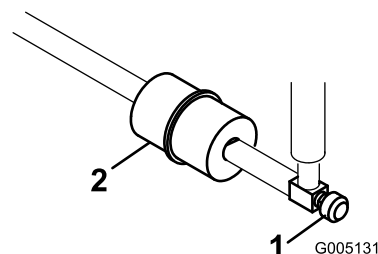

Figura 43
El filtro de combustible en línea se encuentra en el tubo de combustible, entre el depósito de combustible y el carburador (Figura 43).
1. Cierre la válvula de cierre del combustible (Figura 43).
2. Coloque un recipiente debajo del filtro, afloje la abrazadera en el lado del carburador del filtro y retire el tubo de combustible del filtro (Figura 43).
3. Afloje la otra abrazadera y retire el filtro (Figura 43).